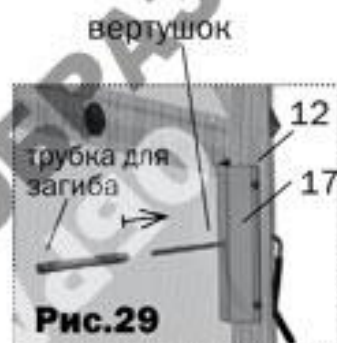

Рис.29
11. Проволочный вертушок для запирания дверей вставляется в свободные отверстия двери через детали **12** и **17** прямым концом с внутренней стороны. Вертушок загнутой частью должен упираться в деталь **12** (**рис. 29**). В этом состоянии с помощью трубки выполняется загиб прямолинейной части рукой в противоположную сторону (**рис. 30**). Установить на вертушок эластичные насадки (**рис. 31**). Такая конструкция вертушка позволяет упруго прижимать двери в закрытом состоянии, находясь как снаружи так и внутри теплицы.